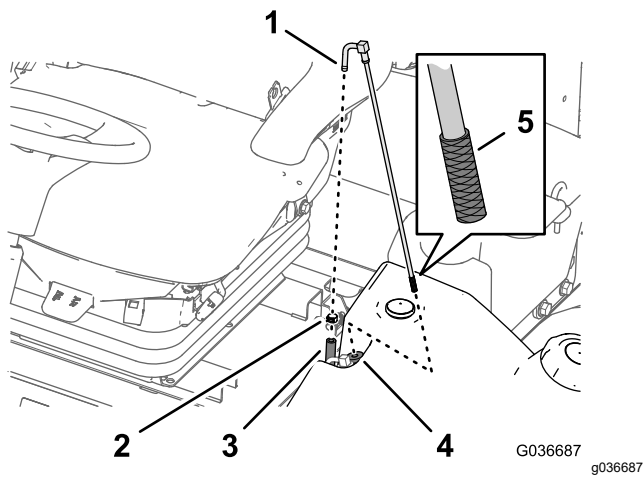

図 65
1. 燃料供給ホースを燃料供給チューブに固定しているホースクランプを外す図 65。
2. フィッティングからホースを取り外す 図 65。
3. 燃料タンクから燃料供給チューブを取り出す 図 65。
4. 燃料供給チューブの端部のスクリーンにたまっているごみでいねいに取り除く 図 65。
5. ゴム製ブッシュを通して燃料タンク内部へ燃料供給チューブを挿入する 図 65。